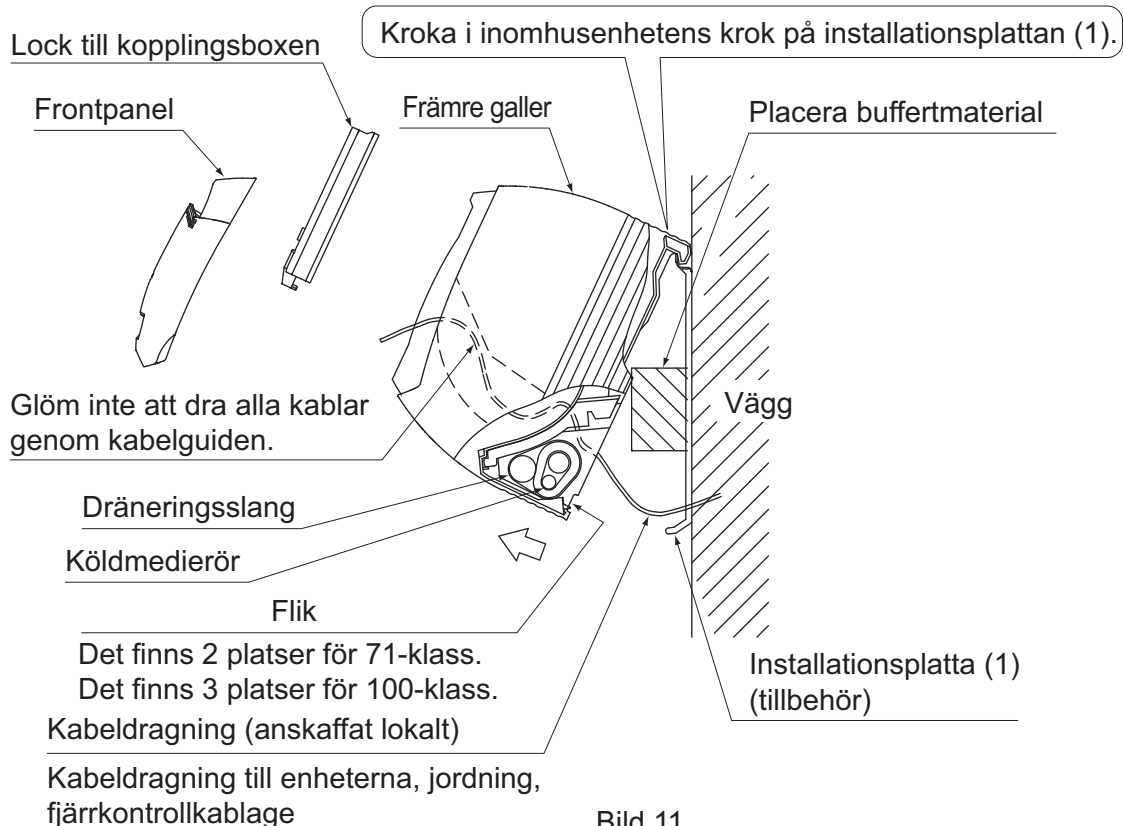

Bild 11
### (4) Kroka i inomhusenheten på installationsplattan. (Se bild 11)
(7) Tryck på inomhusenhetens under kanter med båda händerna och kroka på fliken på inomhusenhetens baksida på installationsplattan (1). (Se bild 11)
- Ta nu bort det buffertmaterial som du placerade ut i steg (3).